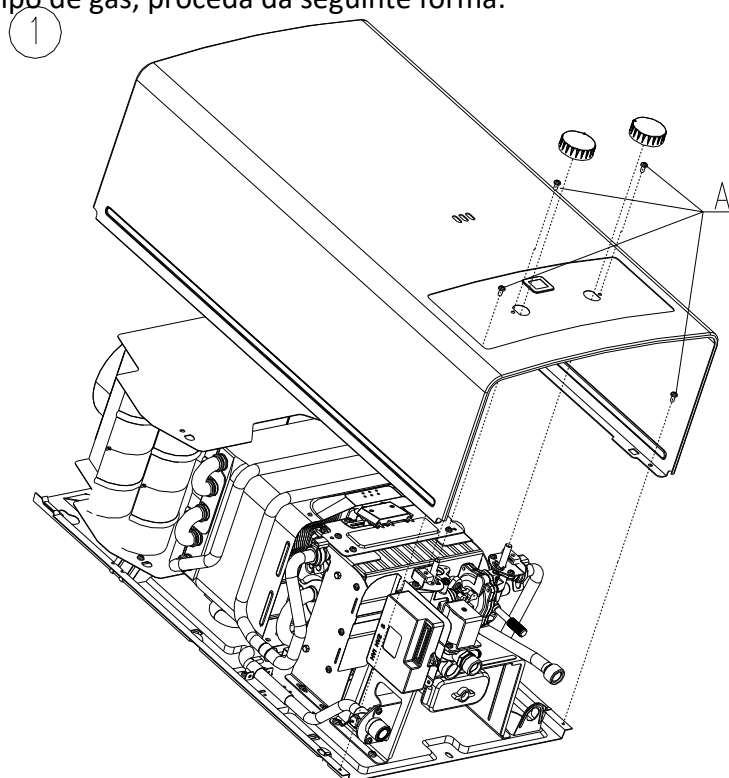

fig.15
1. Feche o abastecimento de gás e água. Remova o parafuso 4 e o botão no painel frontal do aparelho (fig.15, passo A) e remova a tampa frontal, o técnico teria que mover a tampa frontal para baixo e soltar o clipe de conexão e, em seguida, mova para cima para sair da trilha.